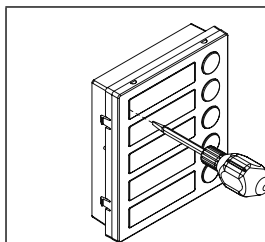

Fig. 7
- Inserire il cacciavite (lato piatto della lama) nell'apposita fessura del porta cartellino come mostrato in **Fig. 7**;